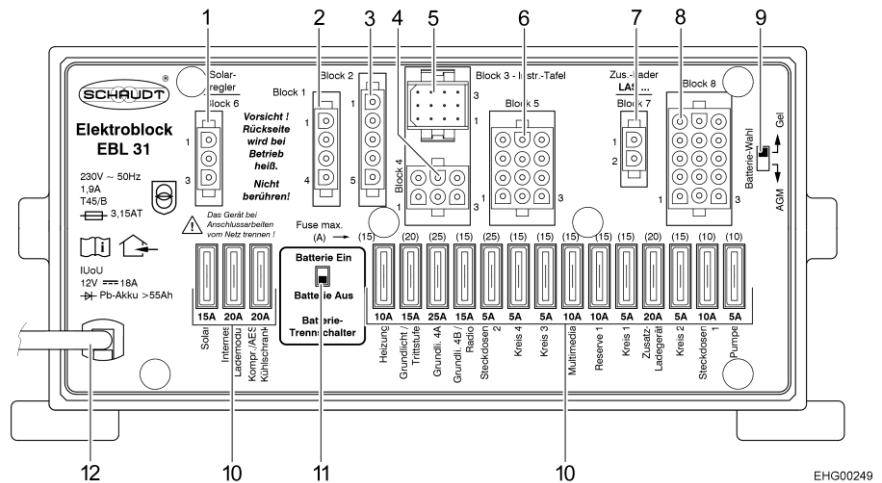

Bild 66 El-block (EBL 31)
- ▷ För alla elektriska 12 V-förbrukare från spänningsförsörjningen och för att undvika urladdning av bodelsbatteriet, ställ in batteri-brytaren (Bild 66,11) på el-blocket på "Batterie Aus" (batteri från).
- ▷ Förbrukare som laddare, laddningsregulator för solpanel, panel och liknande förbrukar ström från batteriet, även då huvudbrytaren 12 V på panelen (Bild 67,6) är frånkopplad. Därför bör du ställa batteri-brytaren (Bild 66,11) på el-blocket på "Batterie Aus" (batteri från) om fordonet inte ska användas under en längre tid.